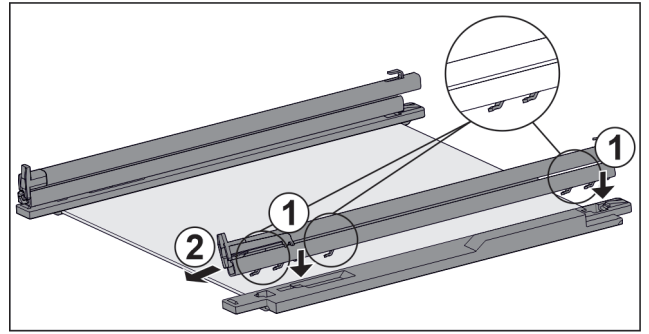

Fig. 38 Glasplaat met rails en vasthouddelen
- ▶ Haken van de rail op de openingen van het **linker** vasthoudddeel plaatsen. Fig. 38 (1)
- ▶ Rail naar voren trekken. Fig. 38 (2)
- ▶ Haken van de rail op de openingen van het **rechter** vasthoudddeel plaatsen. Fig. 38 (1)